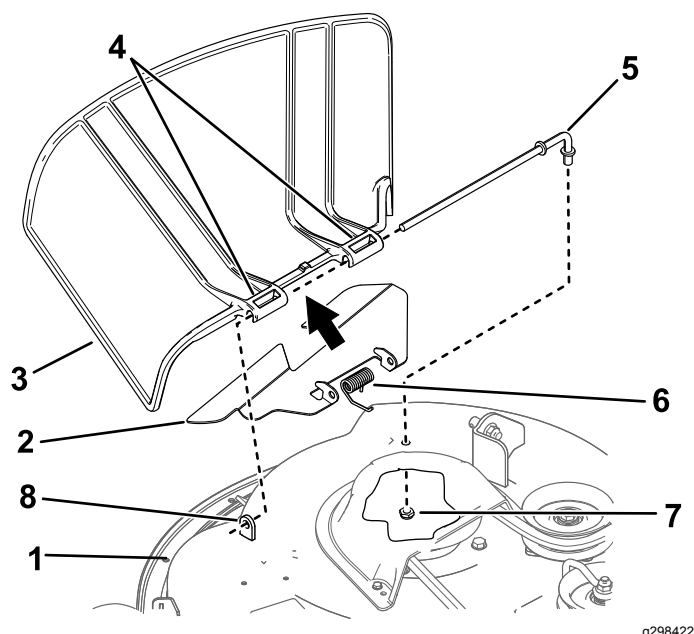

Figura 71
1. Remova a porca ($\frac{3}{8}$ pol.) da barra debaixo do cortador (Figura 71).
- Faça deslizar a barra para fora da parte saliente curta, mola, abafador e defletor de relva (Figura 71).
- Instale o novo defletor de relva e o abafador (Figura 71).
- Faça deslizar a barra pelo abafador e segundo suporte do defletor de relva (Figura 71).
- Fixe a extremidade traseira da barra ao cortador com uma porca (3/8 pol.), como se mostra na Figura 71.